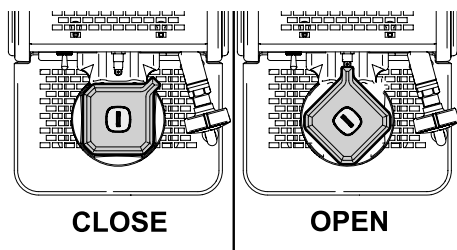

fig. 5.6
- Rode completamente no sentido horário a palheta de infusão para parar o fluxo de água (fig. 5.6)